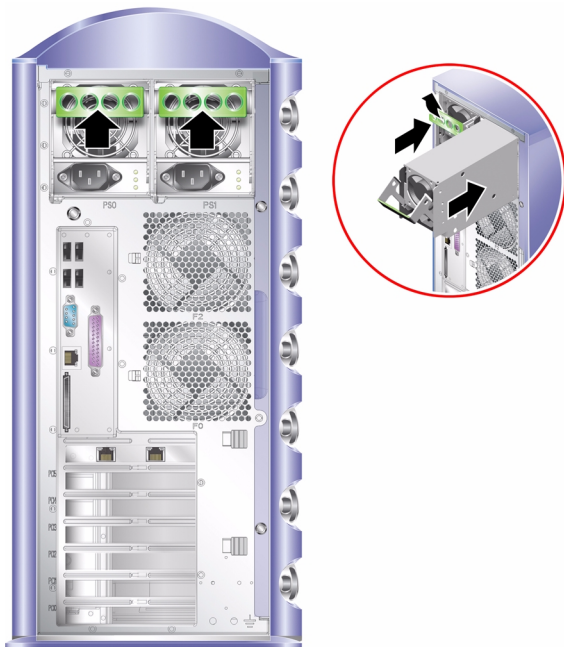

FIGURA 2-5 Sostituzione di un'unità di alimentazione
8. Spingere la maniglia fino a farla scattare in posizione. Vedere la FIGURA 2-5. Questa azione innesta la PSU sulla scheda di distribuzione dell'alimentazione.